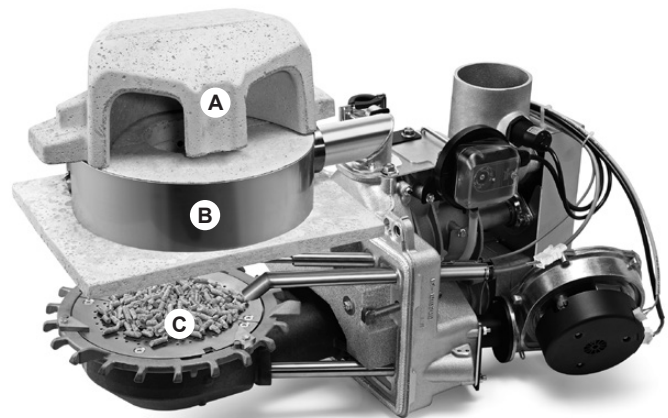

Bild 11
4. Nachverbrennungsring (B, Bild 11) inkl. Luftdüsen reinigen und Dichtung für Sekundärluftrohr kontrollieren
5. Staubabscheider (A, Bild 11) reinigen